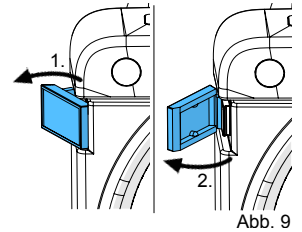

Abb. 9
- Türverschlüsse öffnen (Abb. 9).
- Inbusschlüssel (22) aus Halterung nehmen.
- Schutzkappe (15) abnehmen.
- Befestigungsschraube (16) lösen und Trimmerscheibe abnehmen.
- Neue Trimmerscheibe in Arretierstifte (17) setzen.
- Türverschlüsse öffnen (Abb. 9) und Trimmertür abnehmen.
- Abziehwerkzeug (11) in Trägerflansch (23) einschrauben bis der Trägerflansch von der Welle gelöst ist.